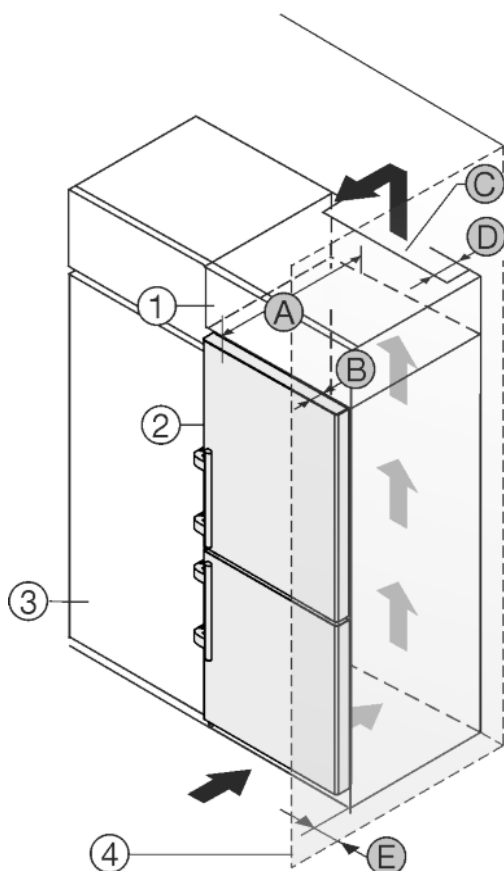

Fig. 25
Ierīci var iebūvēt virtuves skapjos. Lai salāgotu ierīci Fig. 25 (2) ar nišas augstumu, virs tās var ierīkot uzliekamu skapīti Fig. 25 (1).
Ierīci var uzstādīt tieši blakus virtuves skapim Fig. 25 (3). Lai varētu pilnīgi atvērt durvis, ierīcei jābūt izvirzītai par dziļumu Fig. 25 (B) attiecībā pret virtuves skapja priekšdaļu. Atkarībā no virtuves skapju dziļuma un sienas spraišu izmantošanas ierīce var būt vairāk izvirzīta.
- Uzliekamā skapīša aizmugurē ir jābūt ventilācijas spragai ar dziļumu Fig. 25 (D) visa uzliekamā skapīša platumā.
- Zem telpas griežtiem jāievēro ventilācijas šķērsgriezums Fig. 25 (C).
Ja ierīce ar šarnīriem tiek uzstādīta blakus sienai Fig. 25 (4), jāievēro attālums Fig. 25 (E) starp ierīci un sienu. Tas atbilst atlikušajam attālumam līdz rokturim pie atvērtām durvīm.